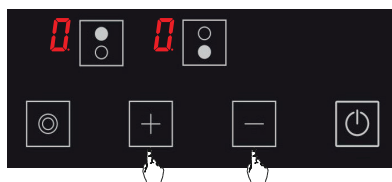

Figure 7
3. Le niveau de puissance de la plaque de cuisson pertinente peut être réglé de 1 à 9 à l'aide des touches et ou de à 9 selon l'option de la cuisinière. (Voir Fig. 7)